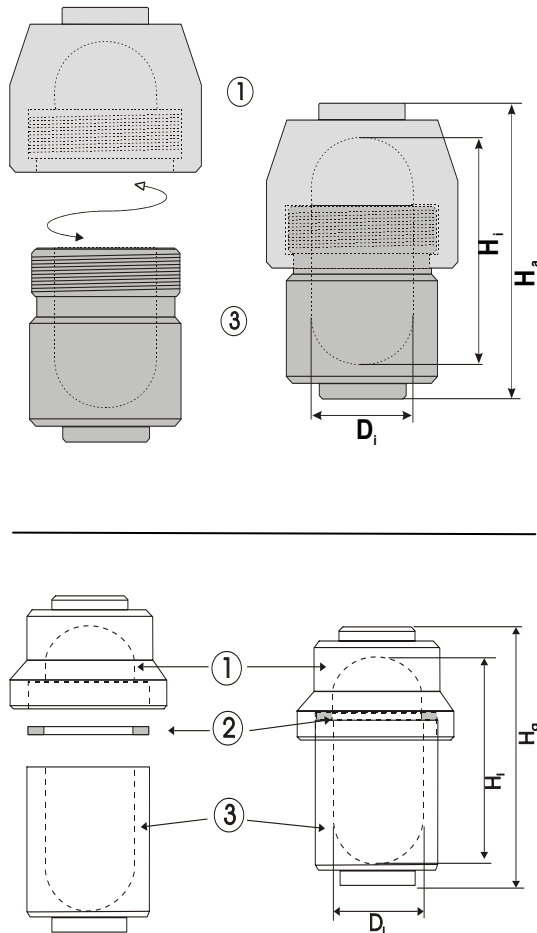

Fig. 2: Récipients d'agitation :
- Observez également la fig. 2 au Chapitre 3 de ce mode d'emploi.